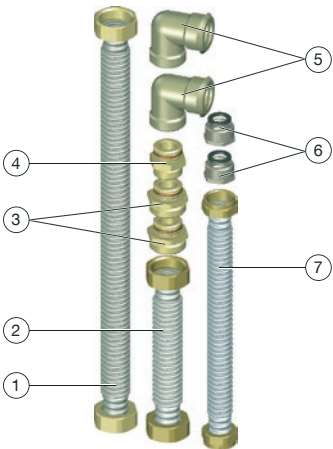

Fig. 1: Jeu de raccordement et de tubage
1. Visser les manchons de réduction pour les raccords du chauffe-eau instantané (position (6) sur la Fig. 1 en page 27) avec joints noirs en EPDM sur le raccords du chauffe-eau instantané.
2. Visser les côtés auto-étanches des mamelons doubles (positions (3) et (4) sur la Fig. 1 en page 27) dans les raccords correspondants du bloc de raccordement avec robinets à tournant sphérique.
3. Visser les équerres (position 5 sur la Fig. 1 en page 27) dans les raccords du distributeur/collecteur pour circuits de chauffage.